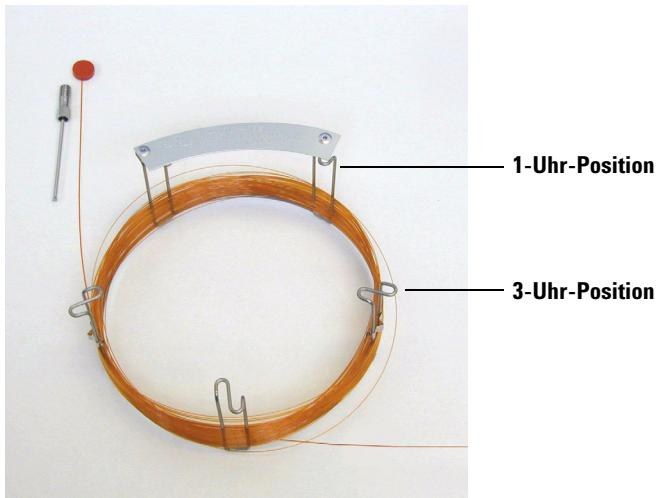

Abb. 3 Säule mit 2 ausgerollten Schleifen
- 2** Entfernen Sie die Septumkappe von der AUSLASS-Seite der Säule, und rollen Sie 2 Säulenschleifen ab. Siehe Abb. 3.